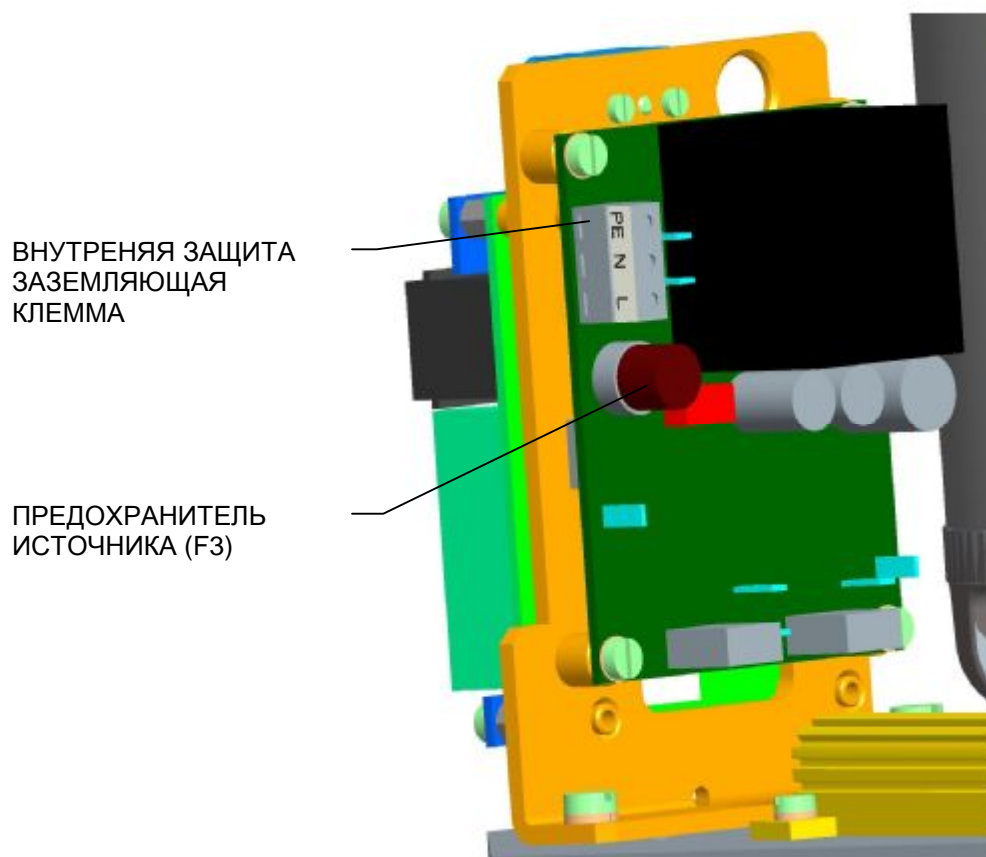

Рис.2
- ради безопасного использования ЭП надо присоединить внешнюю и внутреннюю защитную клемму. Установка внешней и внутренней защитной клеммы (**Рис.2 и Рис. 2а**). Для запрессовки провода в внешнюю защитную клемму, надо использовать щипцы для изолированные ушка HP3 (fy CEMBRE).
Доска источника ЭП оснащена предохранителем (F3) питающего источника. Установка предохранителя на доске источника указана на **Рис. 2**.
Рис. 2а
**Механическое присоединение рычажное (рис. 2)**